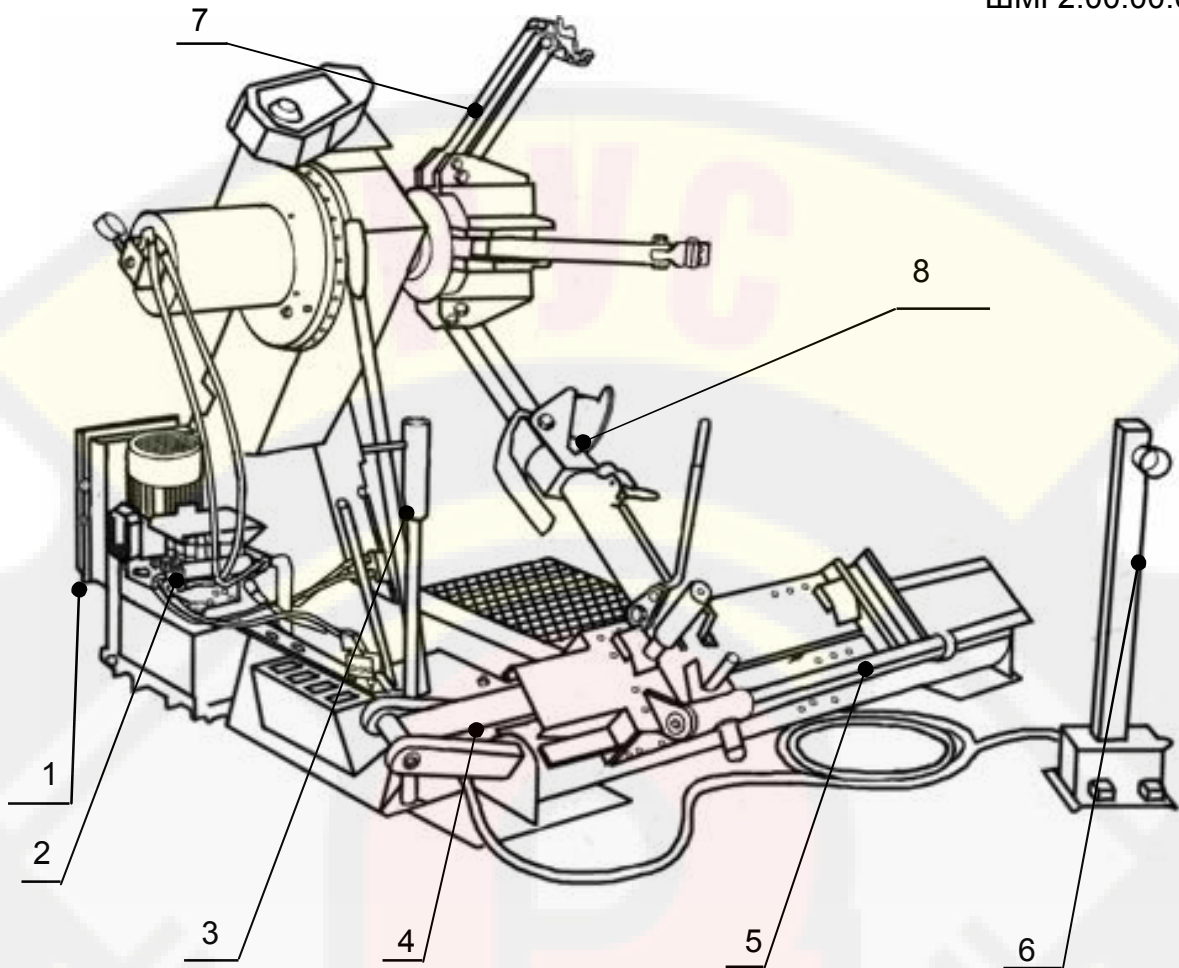

Рисунок 1 Стенд шиномонтажный грузовой
4.2.1 Стенд представляет собой стационарное устройство с электрогидроприводом. Конструкция станда (см. Рисунок 1) включает в себя станину 4, на которой установлены рычаг 8, силовой шкаф 1, гидростанция 2 и каретка 5. В свою очередь на каретке закреплен инструмент монтажа 3, а на рычаге – устройство зажима 7 колеса. Для управления работой станда имеется переносная стойка управления 6.